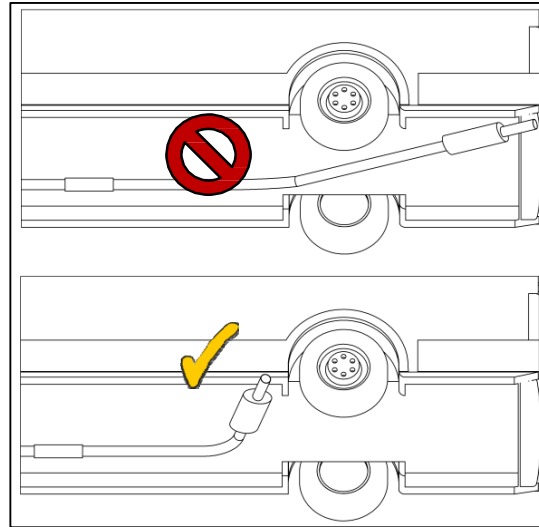

Fig. 7
- Asegúrese de mantener una distancia suficiente de las piezas sensibles al calor. La distancia mínima de plásticos y cables es de 300 mm (ver Fig. 7).